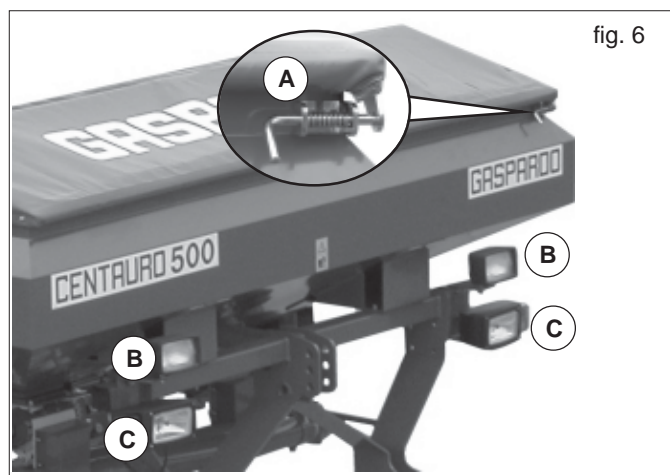
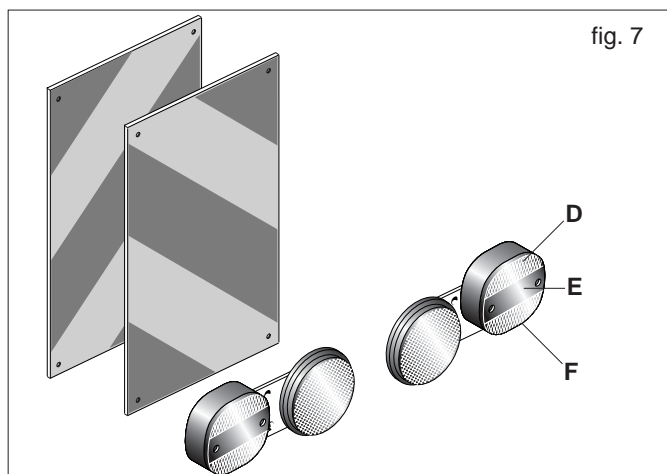

fig. 6
fig. 7
- 34) Effettuare gli spostamenti su strada con tutti i serbatoi vuoti, con una velocità massima di 25 km/h. Assicurare il coperchio con l'apposito tirante di aggancio (A, Fig. 6). Verificare periodicamente il grado di deterioramento del tirante ed all'occorrenza sostituirlo.
- 37) Qualora gli ingombri costituiti da attrezzature portate o semiportate occultino la visibilità dei dispositivi di segnalazione e di illuminazione della trattrice, questi ultimi devono essere ripetuti adeguatamente sulle attrezzature, attenendosi alle normative del codice stradale in vigore nel relativo paese. Accertarsi, quando in uso, che l'impianto luci sia perfettamente funzionante. Gli spostamenti stradali devono avvenire con i fari B (Figura 6) spenti. Regolare l'orientamento dei proiettori anabaglianti (C Fig. 6) attenendosi alle normative del codice stradale in vigore nel relativo paese. Si rammenta inoltre che la corretta sequenza segnaletica dei fanali prevede (Fig. 7):